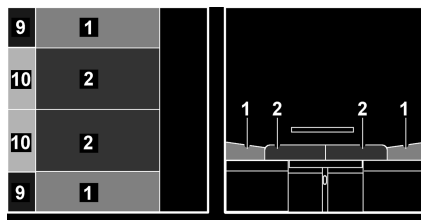

Fig. 104 Après la transformation
- Tirer les coussins d'assise (Fig. 104,2) vers l'avant et le milieu.
- Placer les coussins de dossier (Fig. 104,1) entre les coussins d'assise et la cloison.
- Placer les coussins supplémentaires (Fig. 104,9) entre les coussins de dossier et la cloison.
- Placer les coussins supplémentaires (Fig. 104,10) entre les coussins d'assise et la cloison.
- ▷ Suivant le modèle, deux petits coussins supplémentaires doivent être installés à la place du second coussin de dossier (Fig. 104,1) et du second coussin supplémentaire (Fig. 104,9).